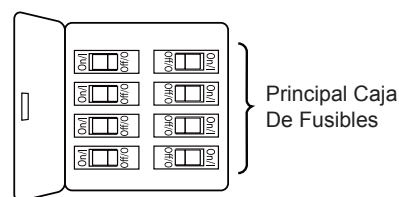

Figura 1
Uso de perfil bajo (Figura 1)
1. Extraiga la pieza de la bola colgante de la unidad de la bola colgante / varilla aflojando el tornillo de presión de la bola colgante hasta que la bola se libere de la varilla. Retire el pasador del barral y luego extraiga la semiesfera. Conserve el pasador y la semiesfera para su reinstalación en el paso 6. (Figura 1)
Para evitar una posible descarga eléctrica, asegúrese de cortar la alimentación eléctrica de la caja de fusibles principal antes de colgar el ventilador. (Figura 1)
1. Para configurar el código de unidad del receptor. Deslice los interruptores de código a las mismas posiciones que en el transmisor. (Figura 1)
1. Instale la cubierta rotando la ranura clave en la cubierta sobre el tornillo de hombro del soporte del gancho, teniendo cuidado de no pillar los cables. Fije el tornillo de hombro. Instale adecuadamente y fije el segundo tornillo de hombro que fue anteriormente guardado. (Figura 1)
1. Alinee los orificios del aspa con el poste el ensamble del motor. Asegúrese de que el aspa esté completamente asentado sobre el volante del ensamble del motor. Coloque la placa de la pala sobre la pala con los orificios alineados e instale la pala en la rueda giratoria usando los tornillos de cabeza dentada, fije completamente los tornillos para fijar las palas en la rueda giratoria del motor. (Figura 1)